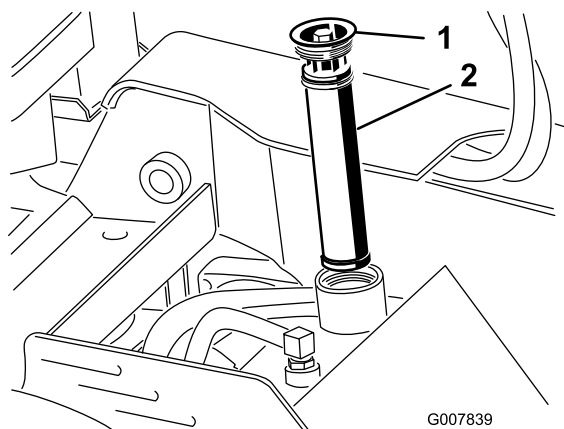

Figure 57
4. Déposez l'ancien filtre et mettez-le au rebut (Figure 57).
5. Mettez en place le filtre hydraulique de rechange et le bouchon de remplissage (Figure 57), et serrez le boulon sur le dessus à un couple de 13 à 15,5 N·m.